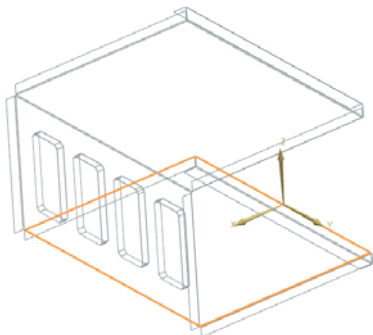

图 11-210 选择草图工作平面
(1) 选择“菜单(M)”→“插入(S)”→“冲孔(H)”→“凹坑(D)”,或者单击“主页”选项卡“凸模”面组上的“凹坑”按钮 ,打开“凹坑”对话框。单击“绘制截面”按钮 ,在视图区选择如图11-210所示的平面为草图工作平面。